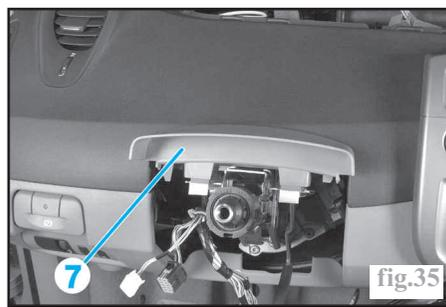

fig.35
- Dégrafer l'enjoliveur supérieur (7) (fig.35).